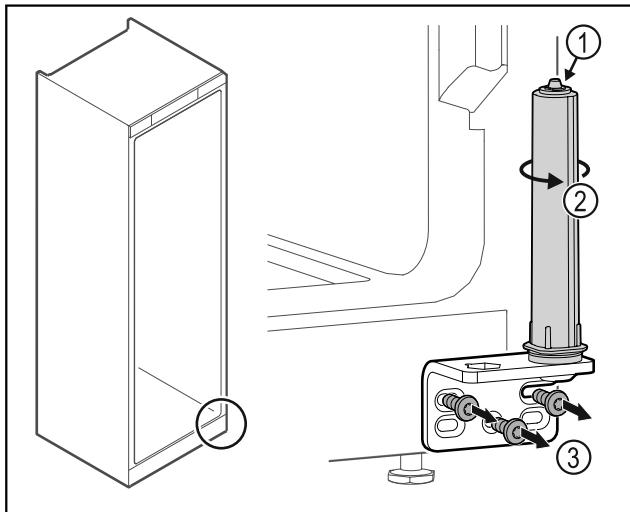

Fig. 38
- Nu dezasamblați sistemul de închidere al ușii Fig. 38 (1).
- Rotiți Fig. 38 (2) sistemul de închidere, până când face clic.
- Deșurubați Fig. 38 (3) colțarul balamalei.